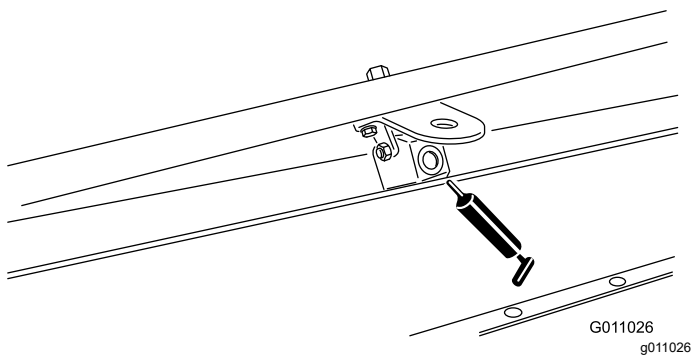

Figure 34
- Pivot de brosse (2) (Figure 34)